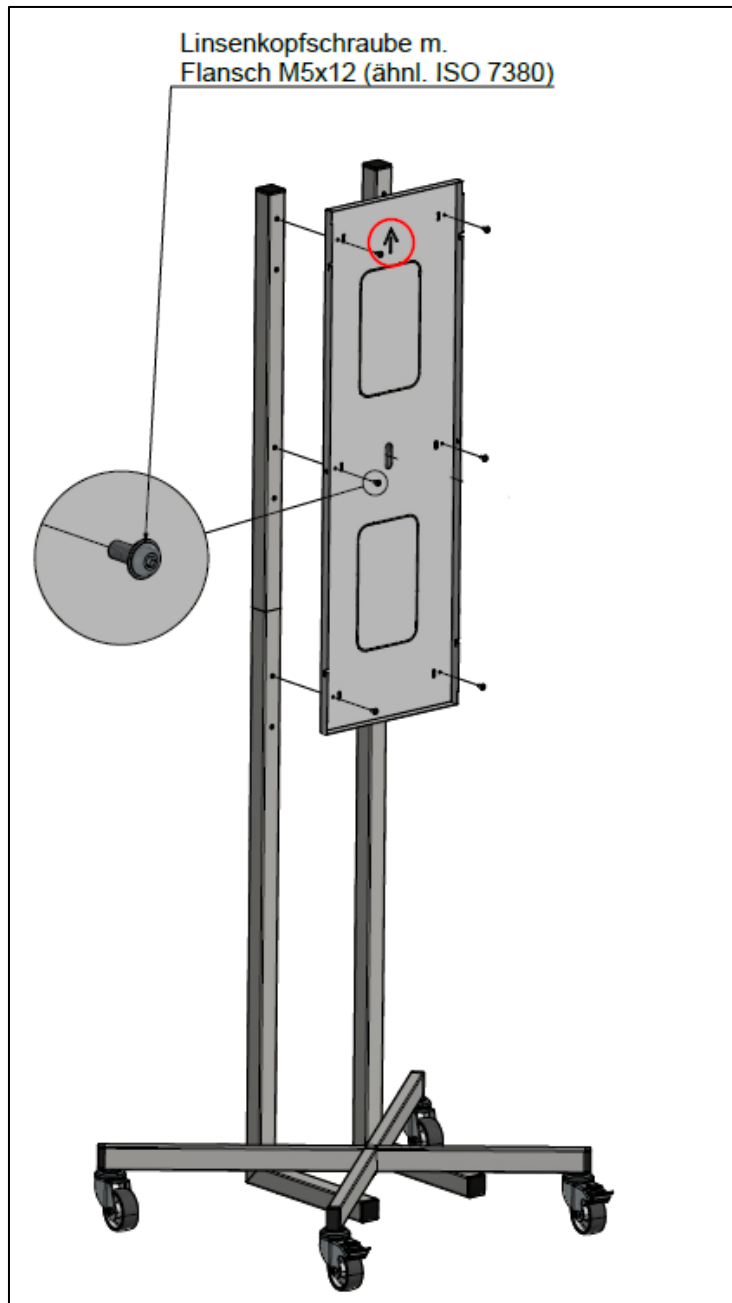

Abbildung 6: Montageplatte des V-Lab300E-LT befestigen
4. Nun kann die Montageplatte des V-Lab300E-LT am ASZ-FSW-300 Rollständer befestigt werden. Folgen Sie den Anweisungen in der V-Lab300E-LT Bedienungsanleitung um die Montageplatte vom Gerät zu entfernen. Um die Montageplatte am Rollständer zu befestigen werden die 6 Linsenkopfschrauben m. Flansch M5x12 (ähnl. ISO 7380) verwendet. Der Pfeil in der Montageplatte muss nach oben zeigen, wie in Abbildung 6 zu sehen.
**Achtung: Wenn die Ausrichtung der Montageplatte in vertikaler Position nicht korrekt ist, können schwere Unfälle passieren. Der Pfeil auf der Montageplatte (roter Kreis in Abbildung 6) muss nach oben zeigen, wenn das diese in vertikaler Ausrichtung montiert wird.**